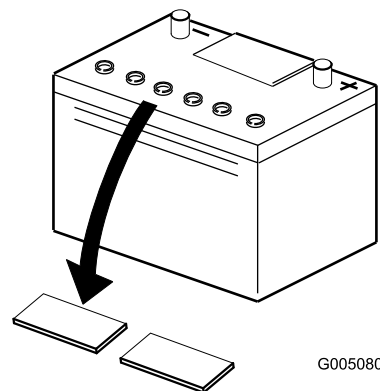

Figure 7
2. Nettoyez le dessus de la batterie puis retirez les bouchons d'aération (Figure 7).